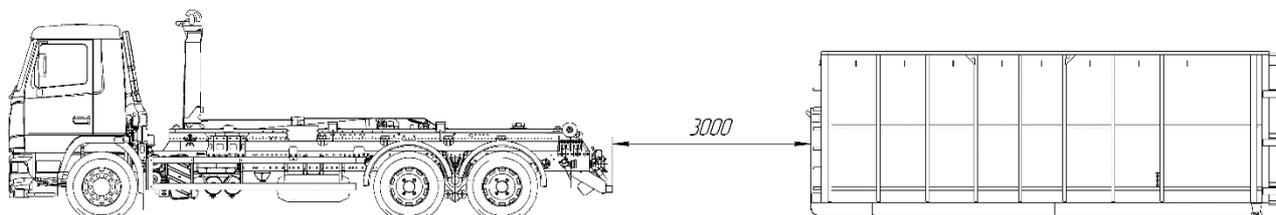

Рисунок 2.3 – Подготовительные работы перед погрузкой кузова
2) осторожно подведите автомобиль задним ходом к кузову и остановитесь около 3000 мм (3 м) от прицепной петли (рисунок 2.3). Следите за тем, чтобы автомобиль и кузов располагались по одной оси;